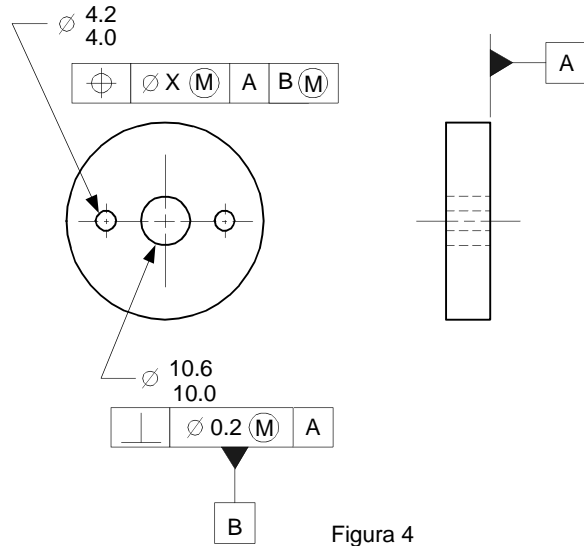

Figura 4
5. En la figura 4, el dispositivo para simular el datum *B* será un perno perpendicular a *A* y . . .
- Figura 4 _____